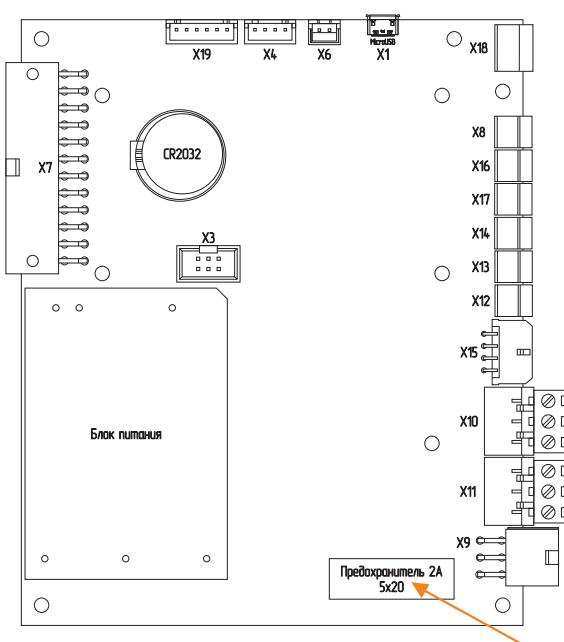

Рис.21 Плата контроллера
3. замените предохранитель **Рис.21** (запасной предохранитель в базовой комплектации котла).